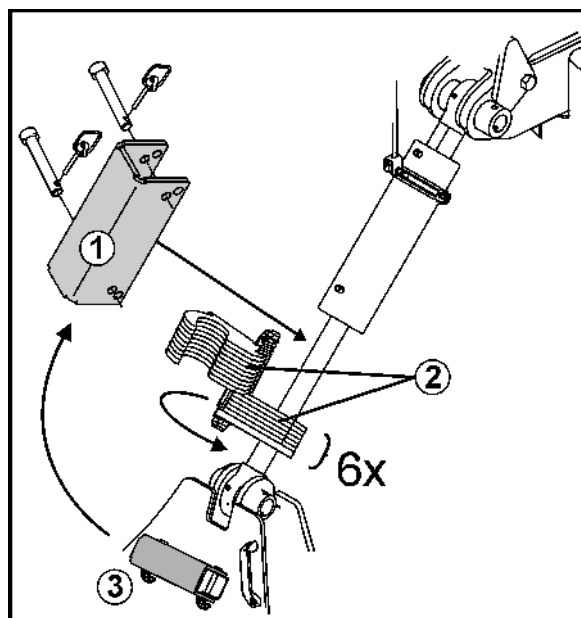

Bild 8
Mekanisk låsning av chassicylindrarna (Bild 8/1) så att harven inte kan sänkas oavsiktligt vid underhållsarbete
2. Vrids 6 distanselementen (Bild 8/2) upp på kolvstången.
3. Flytta låselementet från parkeringsläge (Bild 8/3).